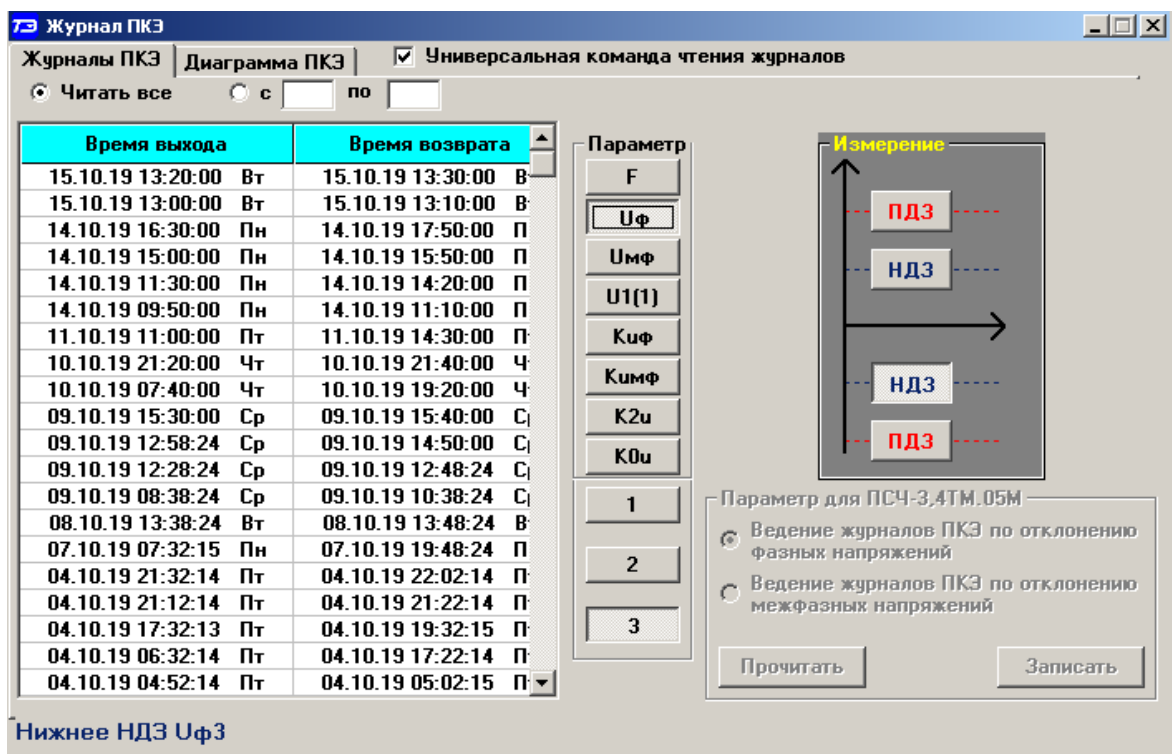

Рисунок 53 –Форма «Журналы ПКЭ» табличное представление
24.3.3 Табличная форма информации журналов ПКЭ (рисунок 53) может быть преобразована в графическую форму посредством вкладки «Диаграмма» формы «Журналы ПКЭ». Внешний вид вкладки приведен на рисунке 54. Для получения диаграммы параметров нажать соответствующую кнопку параметра на панели вкладки «Диаграмма. При этом производится чтение всех журналов выбранного параметра и построение диаграммы времени выхода/возврата установившегося значения физической величины за установленные нормально-, предельно-допустимые значения границ. При нажатии кнопки «Метки» на каждом переходе диаграммы отображается время и дата перехода.